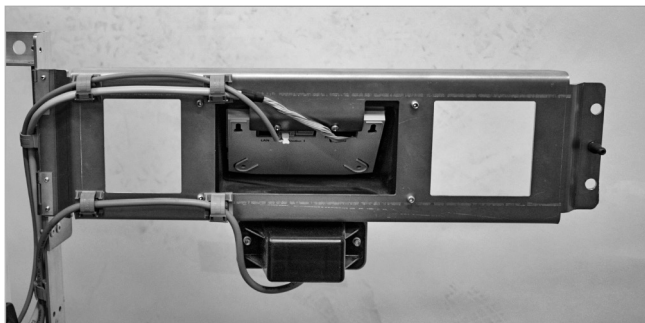

Abb. 11: Kabelführung am Gestell
2. Alle Kabel in den Kabelklemmen am Gestell verlegen (siehe → Abb. 11).